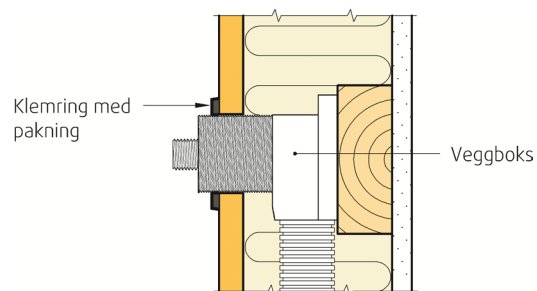

Fig. 6
- Tetningsring som følger med veggbokser skrues fast mot baderomspanelet, se fig. 6